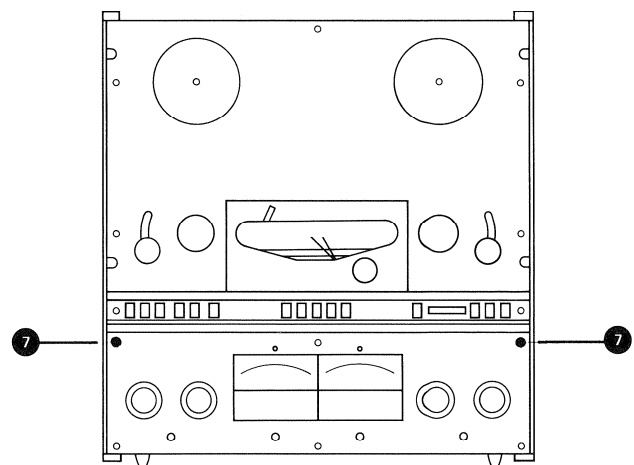

Fig. 2.2.-6
- Die beiden oberen Schrauben (7) lösen (Fig. 2.2.-6). Unteres Frontblech (VU-Meter-Panel) kann nach unten geklappt werden.